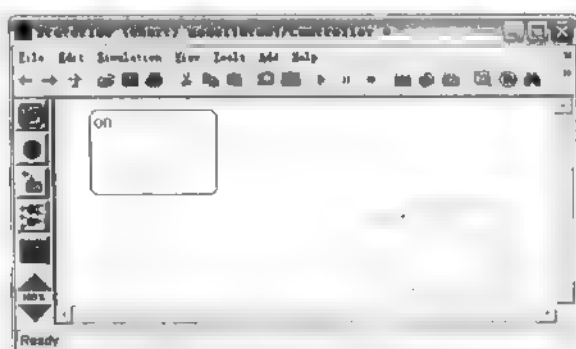

图 16.17 创建状态 on 和状态 off
- ⑤ 按前面同样的过程，创建一个新状态，取名为 off，如图 16.17 所示。